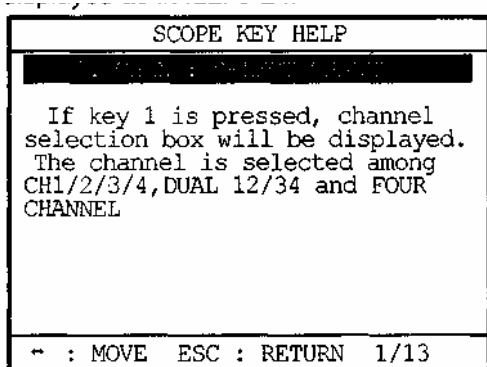

Рис. 3-24. Объяснение – 1.CHAN
– Для просмотра детального объяснения ключевой функции нажмите соответствующую цифру или клавишу ENTER после перемещения высвеченной строки на нужный объект, используя клавиши [↑] и [↓]. Объяснение по выделенным функциям будет выведено на дисплей (рис. 3-24).